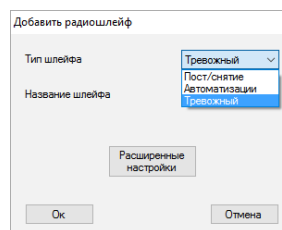

Рис. 19. Выбор типа охранной зоны
6.4. Охранные зоны могут быть 3-х типов: тревожные зоны, зоны автоматизации и зоны постановки/снятия (Рис. 19). Тип зоны выбирается при ее создании, см. п. 4.2.